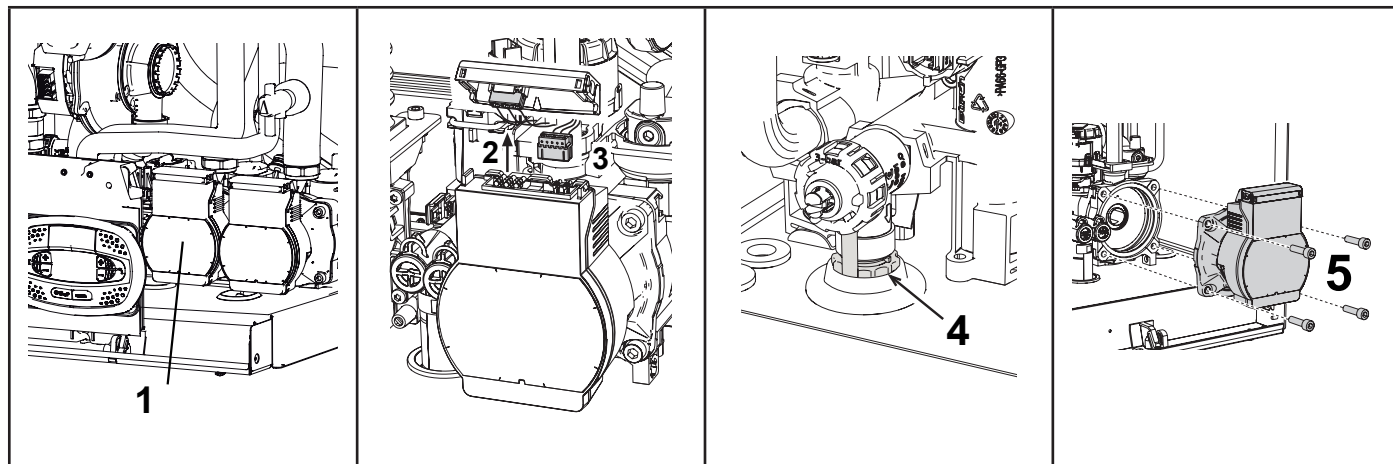

fig. 220 - Sostituzione/manutenzione circolatore
- Sconnettere elettricamente il circolatore "1" sbloccando le connessioni alzando il particolare "2 e 3" di fig. 220.
- Svitare e togliere il gruppo motore del circolatore ("5" di fig. 220.)